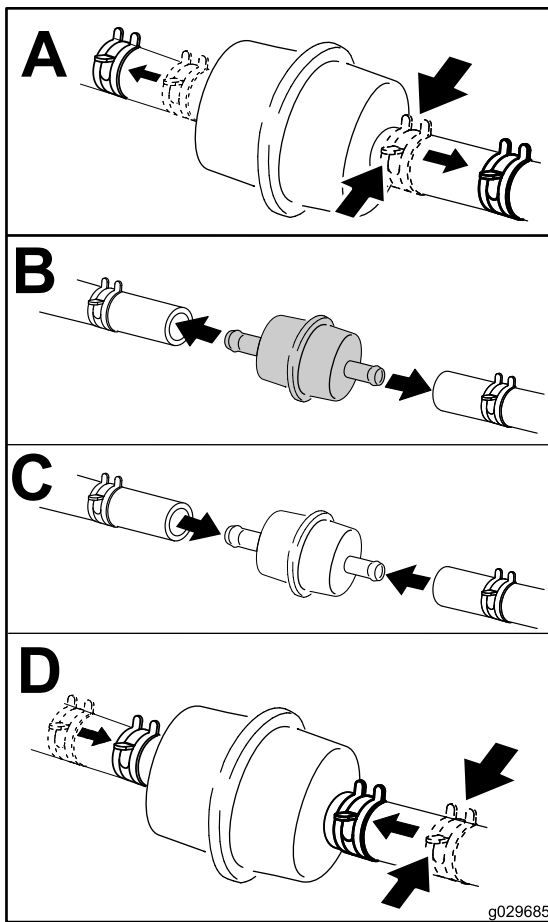

Figura 42
4. Coloque un recipiente limpio debajo del filtro de combustible y sustituya el filtro tal y como se muestra en la Figura 42.